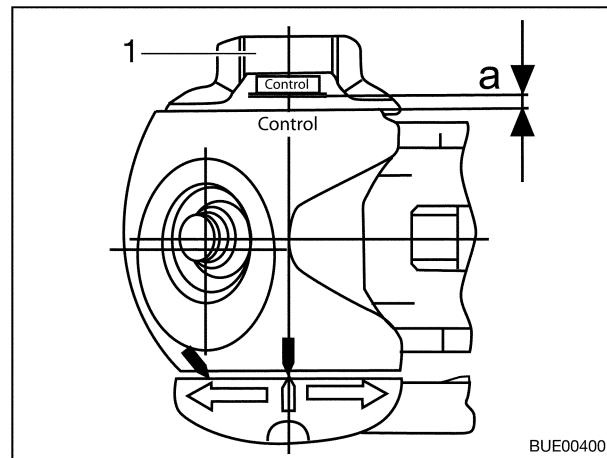

Bild 106 Verschleißkontrolle
- Handrad (Bild 106,1) zudrehen, bis die Drehmomentbegrenzung hör- und spürbar durchratscht. Drehrichtung: im Uhrzeigersinn.
- Abstand $a > 0$ (Bild 106):